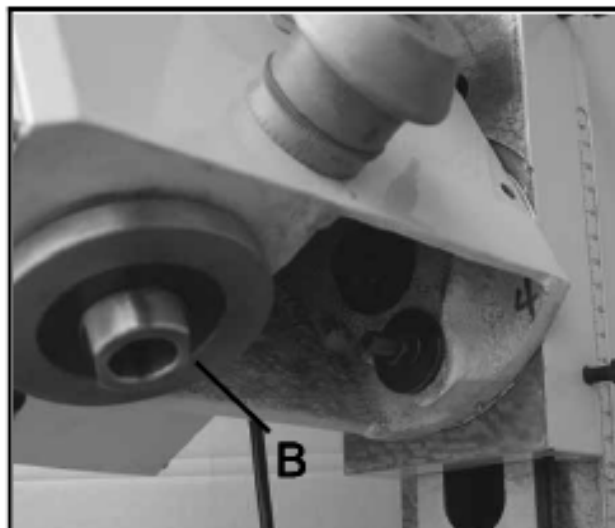

Рисунок 15
- Удерживая шпиндель за лыски (В, рис. 15), при помощи рожкового ключа на 25 мм, отверните штремель на 3 – 4 оборота.